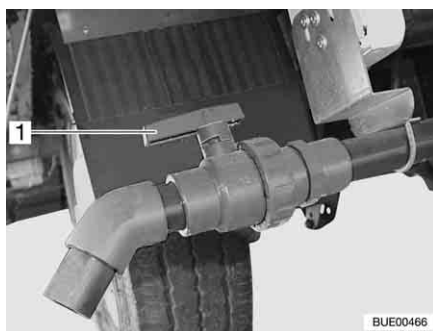
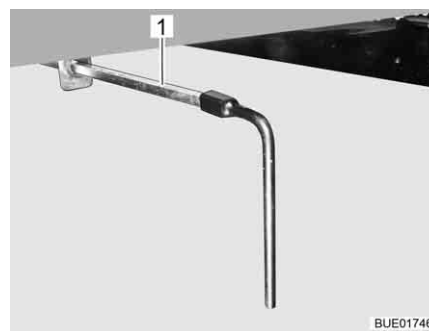

Fig. 237 Rubinetto di scarico
Fig. 238 Rubinetto di scarico (alternativa)
- Girare la maniglia (Fig. 237,1 o Fig. 238,1) del rubinetto di scarico nella direzione di scorrimento.